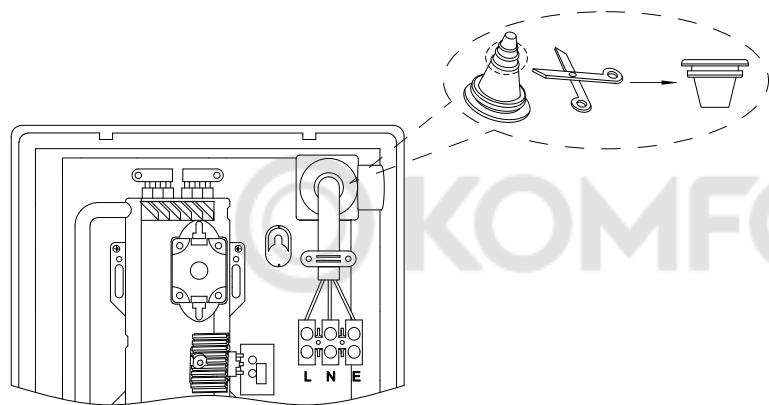

Рис.8 Обрезка резиновой водонепроницаемой втулки
- Для моделей ZOTA JOY 7-9 кВт 220 В и 9-12 кВт 380 В: Обрежьте резиновую водонепроницаемую втулку (**Рис.1-Рис.2, поз.11**) под толщину электрического кабеля, как показано на **Рис.8**, и вставьте ее в кабельный ввод, затем протяните кабель питания через отверстие в резиновой втулке, открутите фиксатор кабеля (**Рис.1-Рис.2, поз.12**).